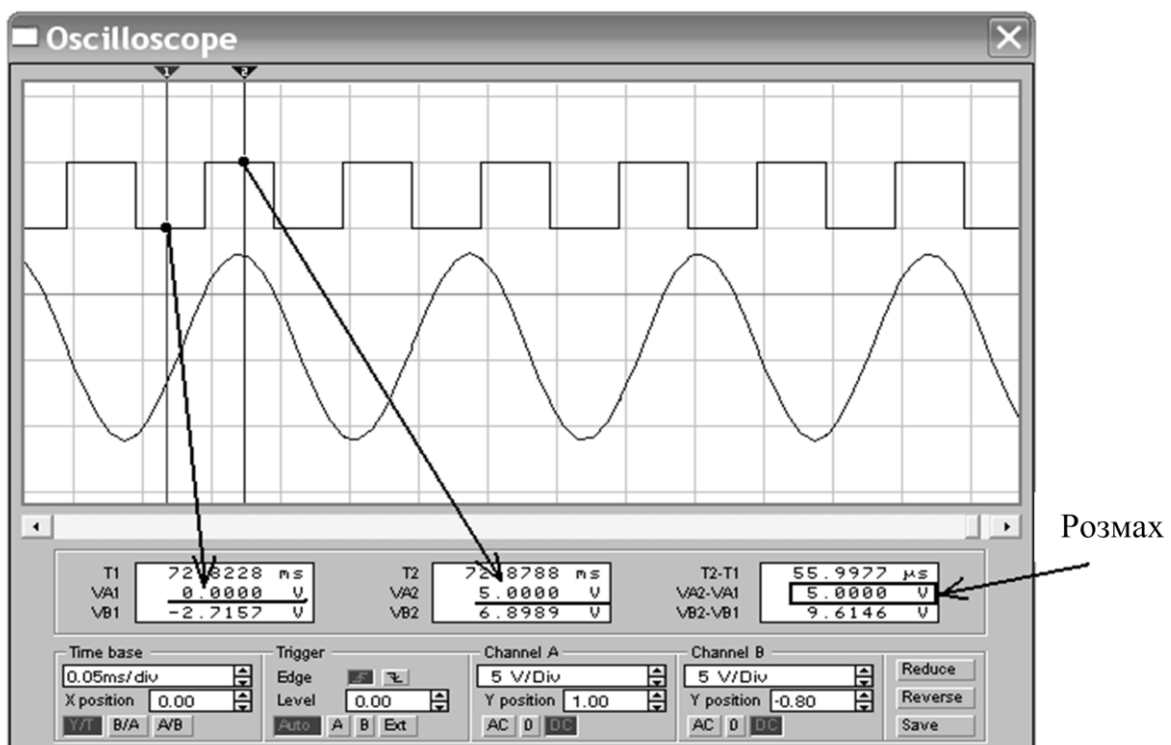

Рисунок 1.9 – Методика вимірювання розмаху імпульсного сигналу
7.11 Виміряти амплітуду (розмах) імпульсного сигналу відповідно до методики п. 6.13, 6.14 (рисунок 1.9). Записати до звіту.